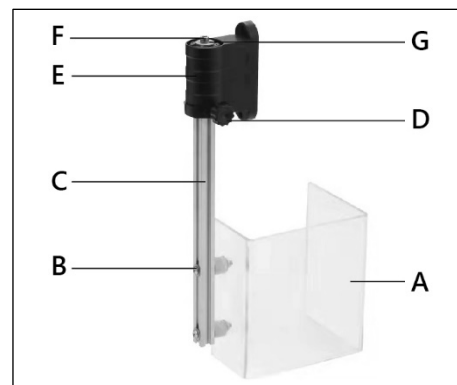

Рисунок 9.
Прикрепите защитный экран (A) (рис. 9) к направляющей (C) с помощью двух винтов, шайб и гаек (B). Вставьте направляющую в специальный кронштейн (E). Затем установите ограничительную шайбу (G) с помощью винта (F). Настроить высоту установки защиты можно с помощью винта (D).